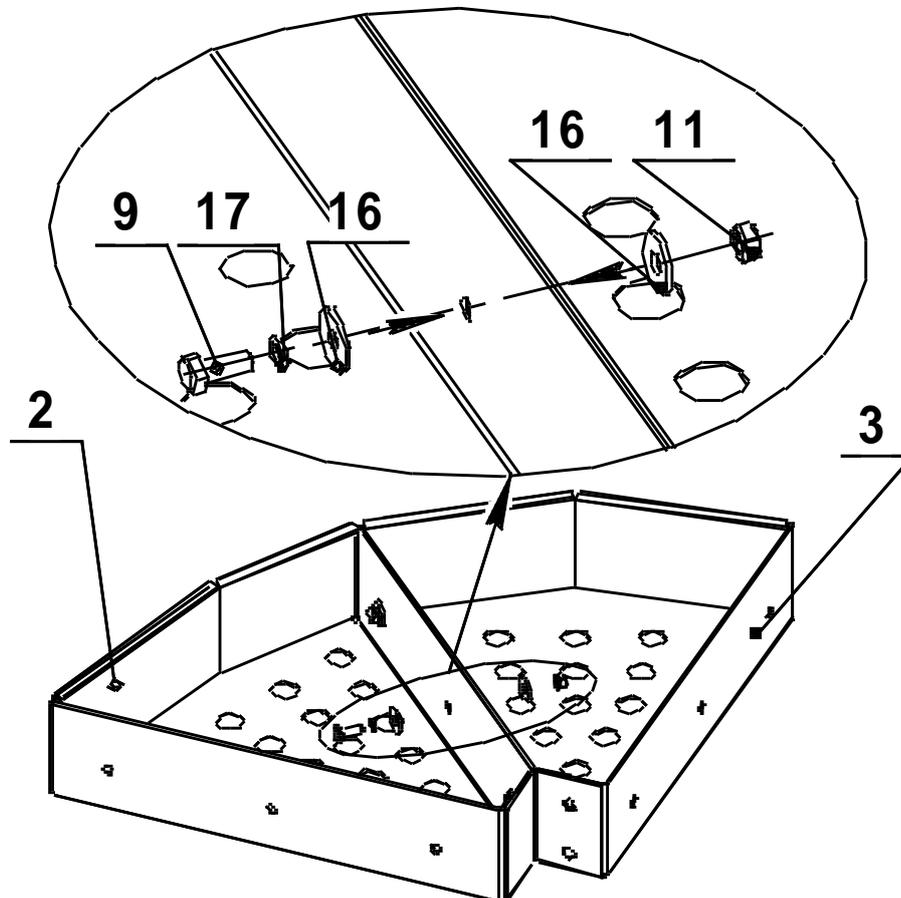

Рис. 4
11.3.2 Собрать попарно платформы поз.2 и поз.3 согласно рис.4